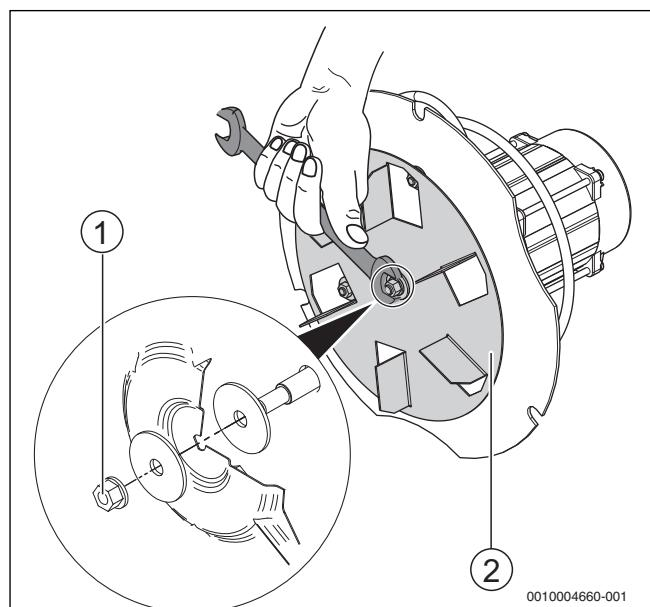

Fig. 35 Verificarea poziției roții cu palete a suflantei
- ▶ Verificați poziția elicei ventilatorului (→ Fig. 35, [2]) și dacă este nevoie strângeți piulița centrală (filet de stânga) [1] cu ajutorul unei chei semitubulare de 10 mm. Pentru strângerea piuliței centrale rotiți spre stânga.